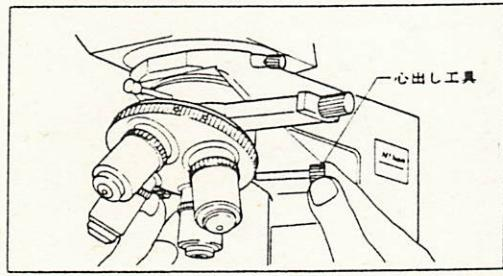

図11
- 2) レポルバの心出しねじに心出し工具を差し込みます。 (図11)